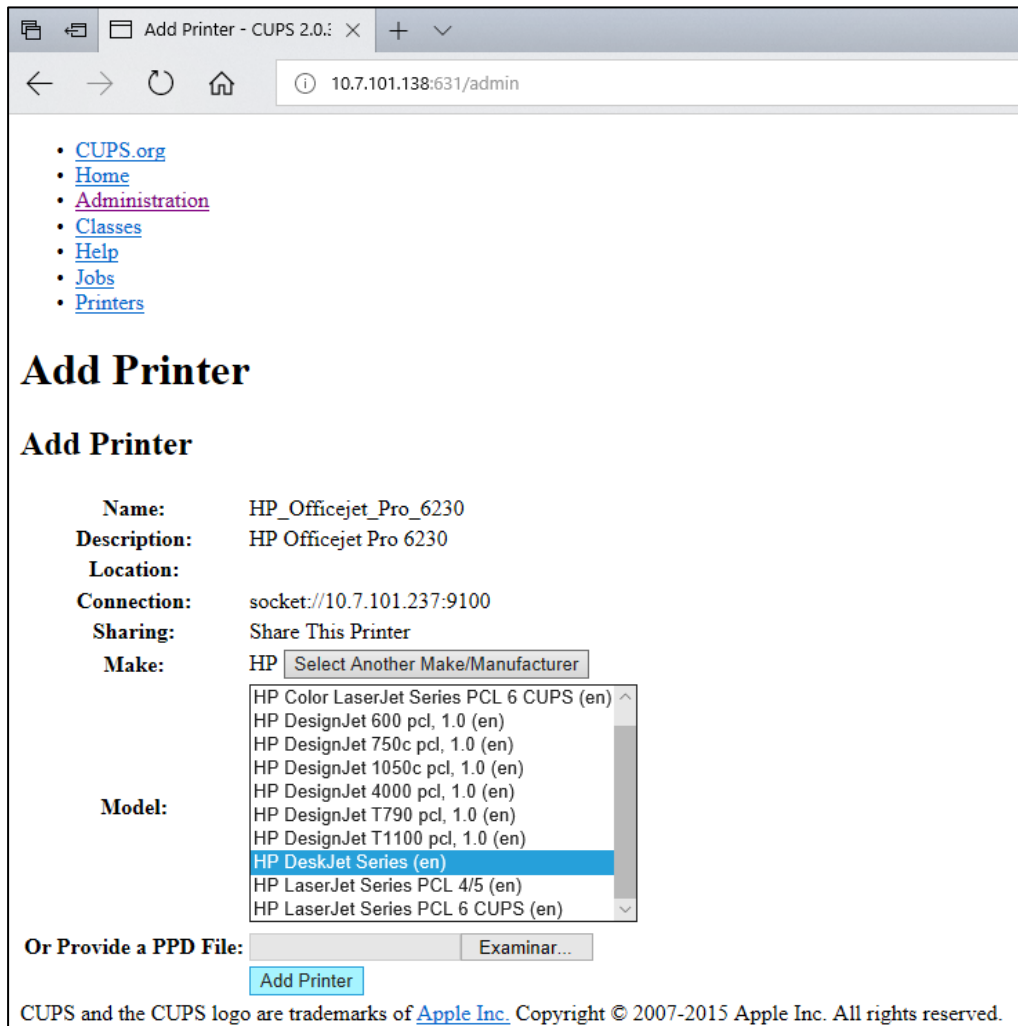

Рис. 83. Вибір драйвера принтера.
**Примітка.** Якщо драйвера вашого принтера нема в списку, використайте той, що є універсальним для його марки. Якщо жоден із перелічених драйверів не працює, завантажте з Інтернету необхідний драйвер CUPS як PPD-файл і виберіть його в полі **Or Provide a PPD File** (Або використати PPD-файл), а потім натисніть **Add Printer** (Додати принтер) (рис. 83).